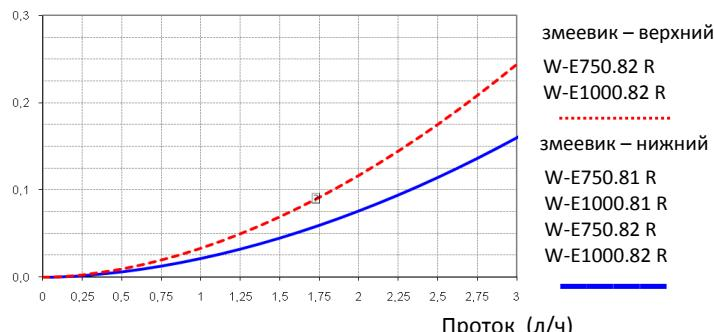

Рис. 6 Схема установки W-E 750/1000.81 R
Подключение системы отопления и водоснабжения следует выполнять в соответствии с монтажной схемой (смотри Рис. 6 и Рис. 7).
С целью сведения к минимуму утечки воды из предохранительного клапана, связанной с тепловым расширением жидкости, рекомендуется установка мембранныго расширитального бака при подводе холодной воды (Рис. 6 и 7 поз. 9).
3. Перекрыть подачу хозяйственной воды и выпустить часть воды из бака при помощи сливного клапана (Рис. 6 и 7 поз.4).
4. Снять крышку корпуса вместе с теплоизоляцией (1).
5. Открутить заземляющий кабель анода (2).
6. Открутить изношенный магниевый анод (3).